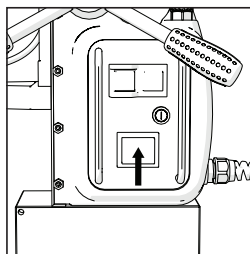

FIG. 4a
- Active el interruptor basculante rojo de la caja de interruptores de la máquina para activar el imán. (**Fig. 4a**)